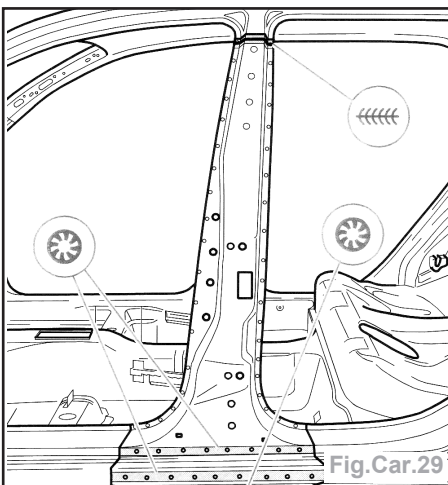

Fig.Car.29
- Souder le montant B intérieur par soudure à bouchon sous gaz protecteur (Fig.Car.29).